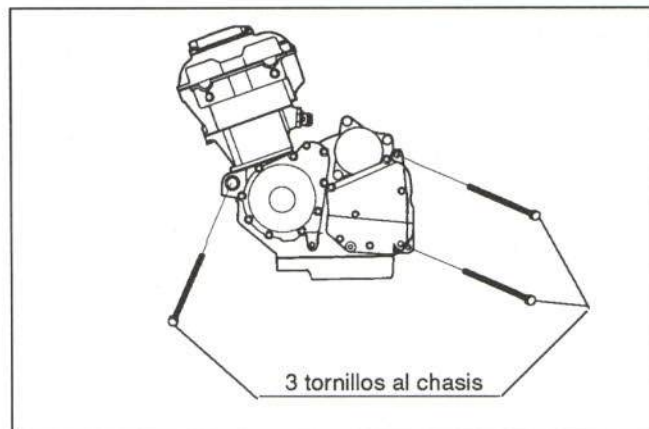

Figura 34.- Unión del motor
El motor va fijado de la forma que muestra la figura 34.
- Desmontar motor (figura 34)
- Motor (figura 34)